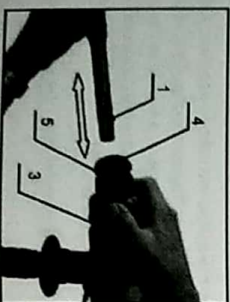

Рис. 3
2. Оттяните назад запорную втулку (поз.3, рис.3)
3. С одновремениными вращениями введите инструмент в инструментальное гнездо (поз.4, рис.3) до упора.
6. Проверьте, не поврежден ли пылезащитный колпак (поз.5, рис.3).
Для извлечения инструмента отведите запорную втулку (поз.3, рис.3) назад и выгните инструмент.